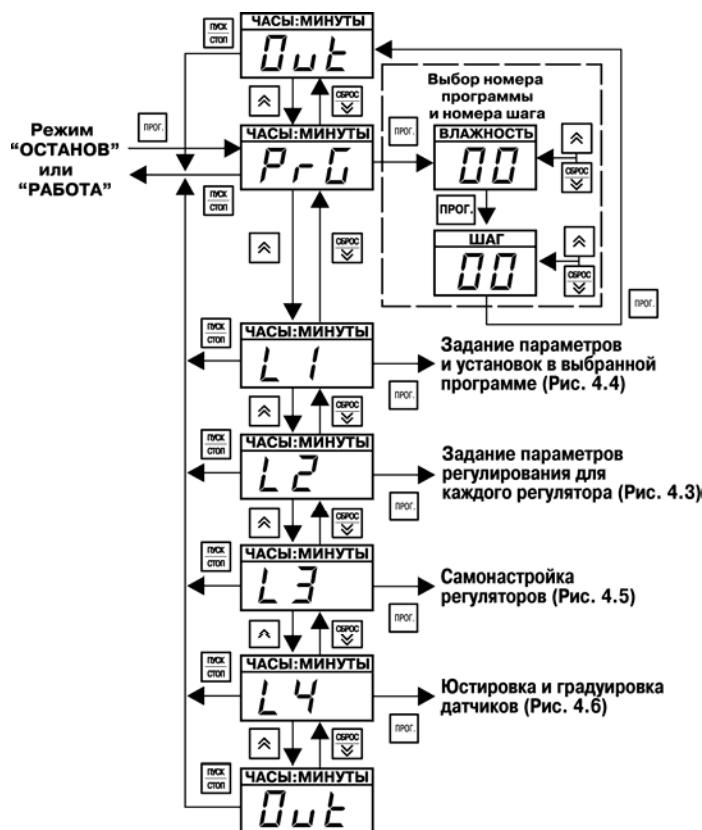

Рис. 4.2. Основное меню режима ПРОГРАММИРОВАНИЕ
4.2.2.1. **Схема основного меню режима ПРОГРАММИРОВАНИЕ**, а также меню подрежима выбора программы для исполнения изображены на рис. 4.2. По вертикали расположены изображения того, что индицируется на верхнем индикаторе «ЧАСЫ:МИНУТЫ». Линии со стрелками указывают направления перехода с одного уровня программирования на другой, изображения кнопок около линий показывают, с помощью какой кнопки можно перейти с уровня на уровень.
(см. рис. 4.2) нажать кнопку  (вверх), прибор перейдет на уровень L1; дальнейшее нажатие этой кнопки позволяет последовательно перейти на уровнях программирования L2, L3, L4 и далее – в «нижнее» состояние «*Длт*» основного меню (означает окончание списка параметров, в данном случае – списка уровней программирования). При этом на индикаторе «ЧАСЫ:МИНУТЫ» высвечивается наименование каждого уровня и состояния.
Нажатием кнопки  (вниз) осуществляется обратный переход от уровня L4 к уровням L3, L2, L1, «*ПрГ*» и далее – в «верхнее» состояние «*Длт*» основного меню (см. рис. 4.2).
необходимо после появления сообщения «*ПрГ*» (см. рис. 4.2) нажать кнопку  . Прибор перейдет в подрежим выбора программы (шага) для исполнения (см. рис. 4.2, справа вверху обведенную пунктиром часть схемы). При этом на индикаторе «ВЛАЖНОСТЬ, %» индицируется номер программы.
Если программа должна выполняться не с первого шага, то, нажав кнопку  (см. рис. 4.2), устанавливают кнопками  (вверх) или  (вниз) номера шага, с которого начнется выполнение программы; при этом на индикаторе «ШАГ» высвечивается номер шага. Для выхода из подрежима выбора программы (шага) для исполнения надо нажать кнопку
на мигающем «L2», нажать кнопку  . На сдвоенном индикаторе «ЧАСЫ:МИНУТЫ» будет гореть надпись «*Lod*», на индикаторе «ПАРАМЕТР» будет мигать произвольное число (на рис. 4.2 число «000» изображено условно), на самом нижнем индикаторе отображается обозначение уровня L2.